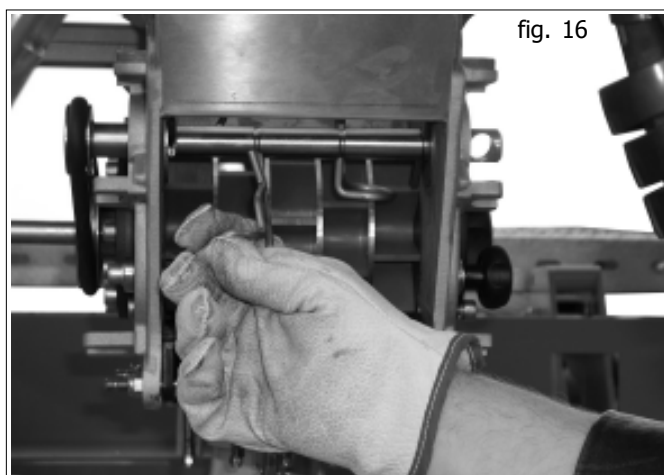

fig. 16
- Per l'estrazione della spilla curvata, è sufficiente tirarla a se per staccarla dall'asse agitatore (Fig. 16).